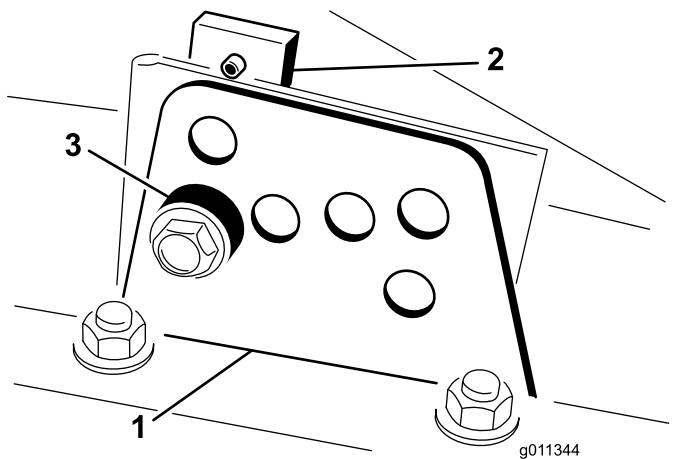

Рисунок 17
2. Ослабьте болт крепления каждого кронштейна высоты скашивания к пластине регулировки высоты скашивания (с передней и каждой боковой стороны) (Рисунок 17).
4. Удерживая камеру, снимите проставку (Рисунок 17).